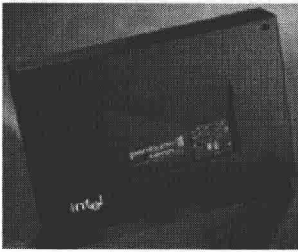

图 1-10 Pentium II
- 1997年, Pentium II 产生, 如图 1-10 所示。